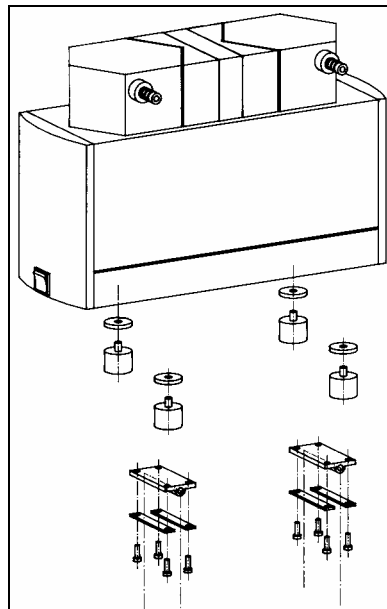

Fig. 6 : Montage des éléments de fixation sur la pompe.
- ❶ Dévisser les pieds en caoutchouc sur la partie inférieure de la pompe.
- ❷ Monter les éléments de fixation sur la pompe (voir figure 6).